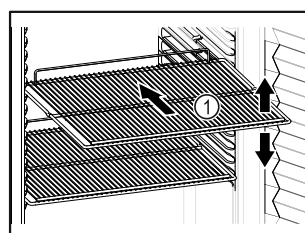

Fig. 82 Beispielhafte Darstellung
- Wenn Abstellroste *Fig. 82 (1)* versetzbar sind, je nach Höhe anpassen.